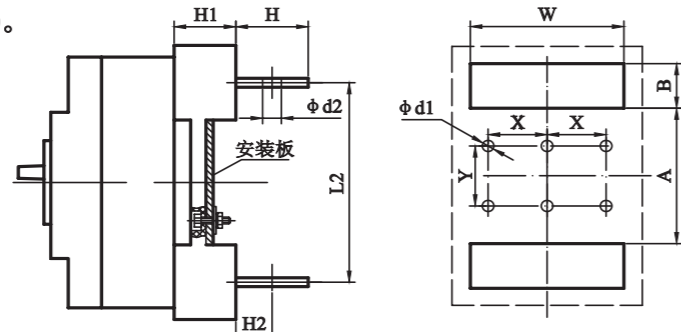
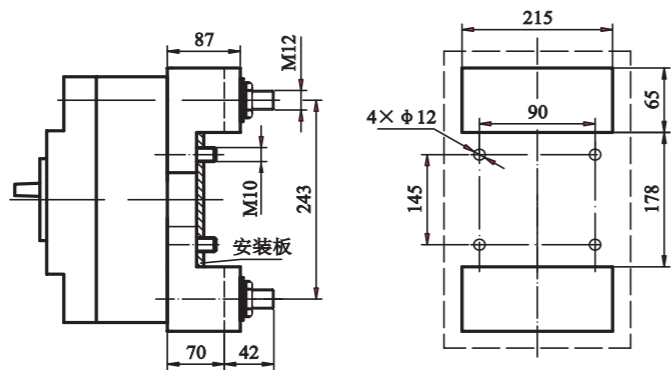

图10 RDM1-63~630插入式外形及安装板开孔图
图11 RDM1-800三极插入式外形及安装板开孔图
6.4 RDM1系列插入式外形尺寸及安装板开孔尺寸见图10、图11及表10。